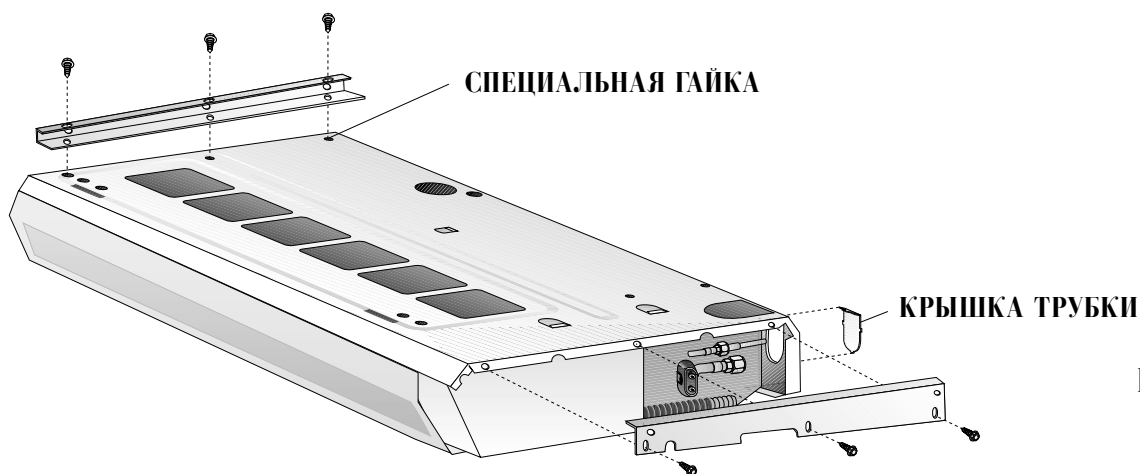

Рис. 5
- Если трубки выводятся горизонтально (направление ①), то нужно снять нижнюю крышку (см. рис. 5).
- Если трубки выводятся вертикально (направление ②), то должен быть установлен водяной насос для слива (поставляемый отдельно по требованию).
- С помощью 6 крепежных винтов прикрепите к кондиционеру левую и правую боковые планки, как показано на рис. 5. При этом: